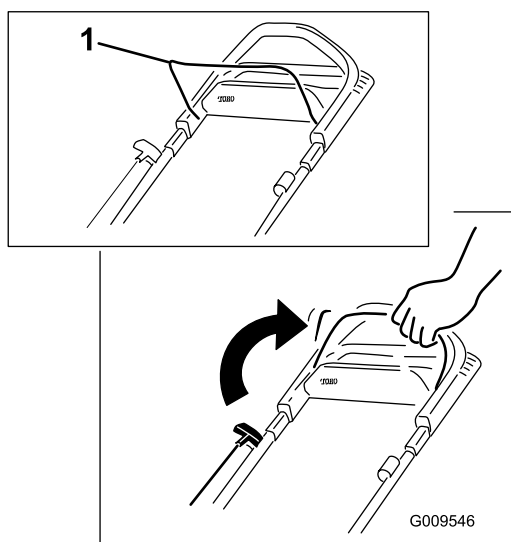

Рисунок 16
- Потяните штангу управления ножом в направлении рукоятки и удерживайте ее (Рисунок 16).